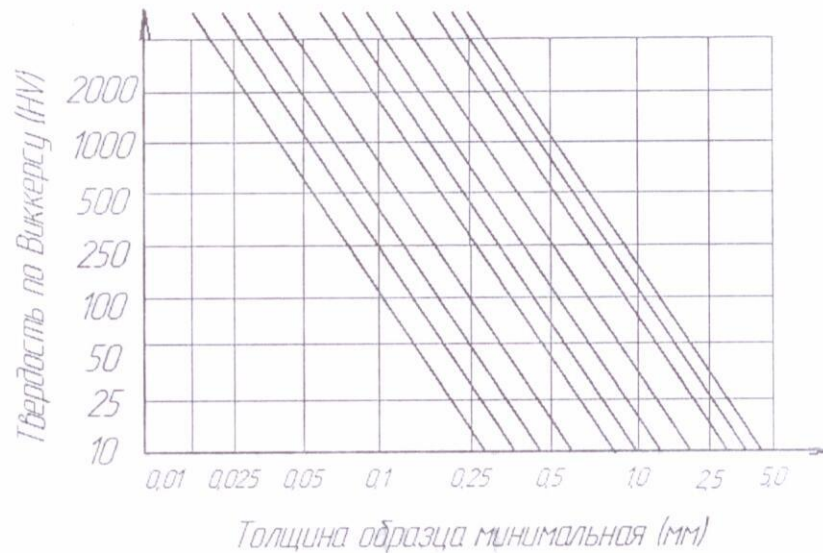

Рисунок 8.1 – Зависимость толщины образца от нагрузки
8.2.4 Толщина образца для стальных изделий должна быть больше диагонали отпечатка в 1,2 раза, для изделий из цветных металлов должна быть больше в 1,5 раза, определяется в соответствии с ГОСТ 2999 и Рисунок 8.1.